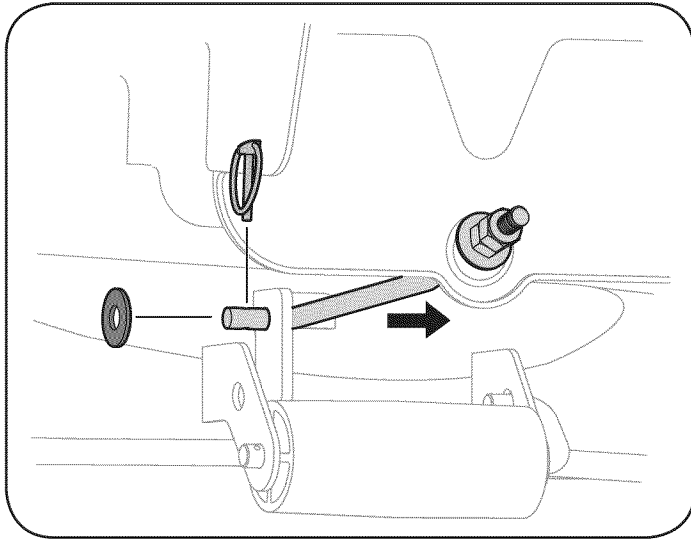

Figura 13
9. Saque el pasador de chaveta del extremo de la varilla estabilizadora y deslice el estabilizador fuera de la ménsula de suspensión de la plataforma. Vea la Figura 13.
- Con la plataforma debajo del bastidor de la cortadora, sujete la varilla estabilizadora. Vea la Figura 13.